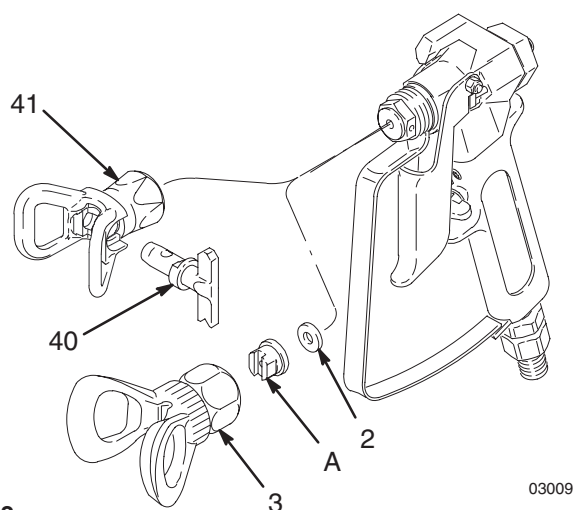

Fig. 2
1. Raccorder un flexible produit relié à la terre sur l'entrée du pistolet. Voir Fig. 2.
4. Modèles 217593 et 235990: dévisser le garde-buse (3) et mettre la buse (A) et le joint (2) dans l'écrou du garde-buse. Visser solidement l'ensemble sur le pistolet. Serrer l'ensemble avec une clé. Voir la Fig. 2.
**REMARQUE:** Si le joint (2) n'est pas monté, le pistolet fuira.
5. Modèles 220955 et 820165: monter la buse SwitchTip (40) et le garde-buse (41). Voir le manuel 308644 fourni. Voir Fig. 2.
2. Ôter le sous-ensemble de protection de buse. Voir Fig. 2.
3. Presser la gâchette tout en dévissant le diffuseur/siège (A) et le joint d'étanchéité (B).
4. Ôter le contre-écrou (D) et le chapeau d'extrémité (23).